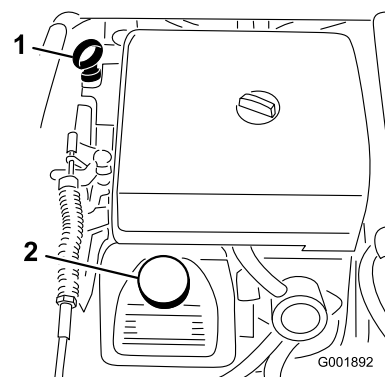

Figura 49
- Togliete l'asta di livello ed asciugatela con un panno pulito (Figura 49). Inserite l'asta nel tubo e verificate che sia inserita a fondo. Rimuovete l'asta e controllate il livello dell'olio.
- Se il livello dell'olio è basso, togliete il tappo di rifornimento dal coperchio della valvola (Figura 49)
8. Versate lentamente circa l'80% della quantità indicata d'olio nel bocchettone di rifornimento (Figura 49).